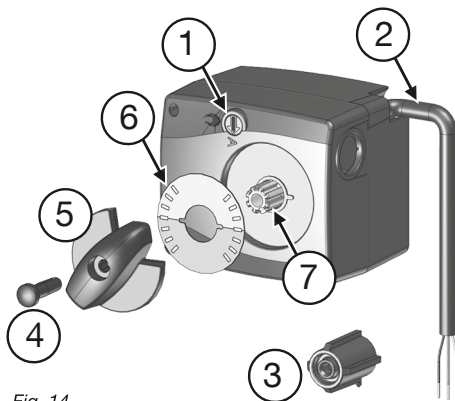

Fig. 14
3. Retirer le **bouton tournant (5)** et le **bouchon (4)** de l'**arbre creux (7)**.
4. Tourner le **disque indicateur (6)** de 180° de telle manière que la **zone rouge soit orientée vers le haut** (fig. 14).